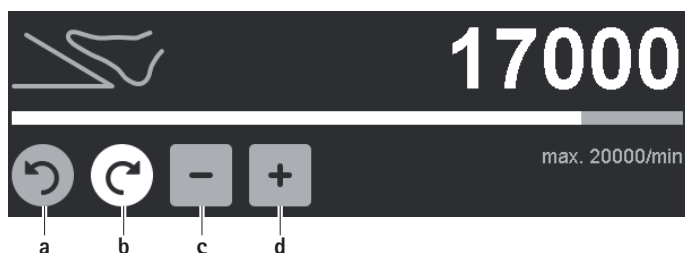

Fig. 6 Modifica del limite superiore dell'intervallo di numeri di giri/senso di rotazione
- ▶ Modificare il senso della rotazione (eccetto per il trapano GA844): Premere il pulsante grigio non attivo della rotazione oraria/antioraria **a/b**, vedere Fig. 6.